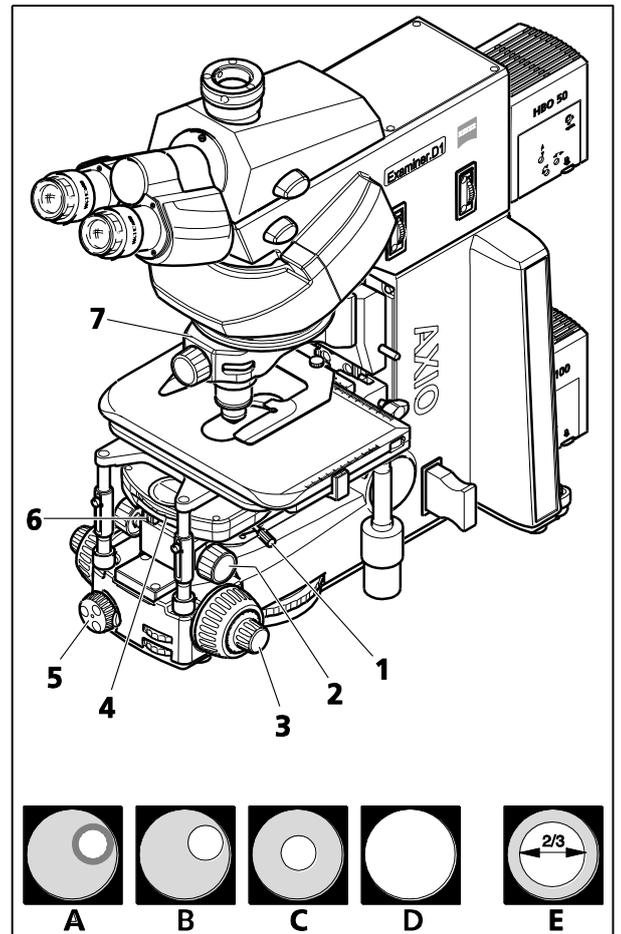

图 4-2 Axio Examiner 透射光明场的显微镜设置
- 将聚光镜前透镜旋转到位 (适用于  $\geq 10\times$  的物镜), 然后使用调整高度的齿轮旋钮 (图 4-2/2) 将聚光镜设置到上止挡处。必须设置止挡, 确保样品不会被聚光镜抬高位置。
- 使用滚花旋环 (图 4-2/4) 将聚光镜的转盘 (如有) 切换到明场的 H 位置。
- 将物镜座或物镜转换器 (图 4-2/7) 上的 10x 物镜旋转到位, 然后使用齿轮旋钮 (图 4-2/3) 聚焦样品。
- 关闭视场光阑 (图 4-2/5), 直到视场光阑也出现在观察视野中 (即便未聚焦) (图 4-2/A)。
- 使用调整高度的齿轮旋钮降低聚光镜, 直到明场光阑边缘完全聚焦 (图 4-2/B)。
- 使用聚光镜托架 (图 4-2/C) 上的两颗对中螺钉 (图 4-2/1) 将视场光阑居中, 然后打开视场光阑, 直到光阑边缘刚好从观察视野中消失 (图 4-2/D)。
- 若要调整孔径光阑设置（对比度），先从镜筒插口上取下一只目镜，然后使用肉眼透过插口观察。使用调节拨杆（图 4-2/6）将孔径光阑的大小设置为物镜输出瞳孔直径（图 4-2/E）的  $2/3$  至  $4/5$ 。在大多数应用中，这种孔径光阑设置以最高分辨率提供最佳对比度，因此能满足人眼的最佳舒适程度。